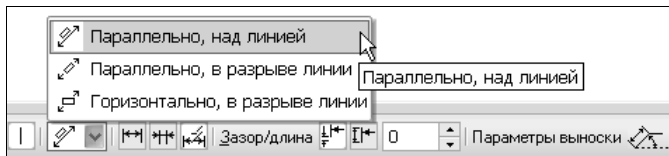

Рис. 1.94. Раскрывающийся список Положение надписи
- список **Положение надписи** позволяет выбрать вариант расположения размерной надписи относительно размерной линии (рис. 1.94);